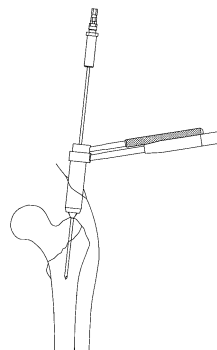

図 3
- 1) 3.2 スレッドレスガイドピンの後端に 3.2 ガイドピンアダプタを装着します。スキンプロテクターにガイドピンスリーブを組み付け、大転子頂部より 3.2 スレッドレスガイドピンを刺入します。（図 3）